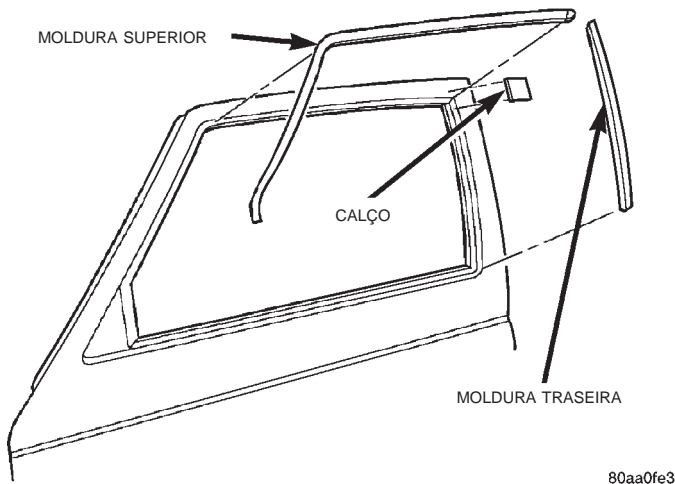

Fig. 41 Moldura Exterior do Vidro da Porta Dianteira
- (1) Abra a janela completamente.
- (2) Remova a tira de vedação da cinta externa.
- (3) Levante e puxe as seções da moldura, do flange do painel da porta (Fig. 41).